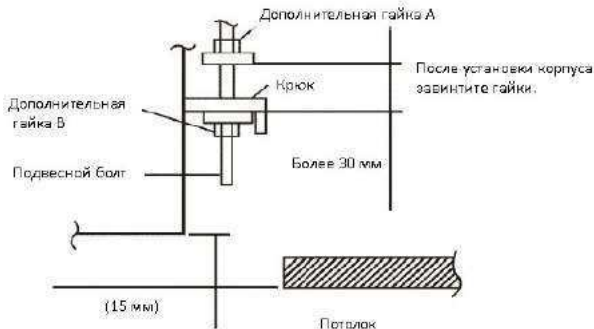

Рис.7
- (1) Закрепите сперва гайку А, затем гайку В на болт подвески (Рис.7)
- (2) Поддерживая блок, установите и зафиксируйте специальными фиксирующими пластинами и заверните гайки на кронштейнах (Рис.7)
- (3) Закручивайте гайку В для регулировки высоты блока. (Рис.7)
- (4) При помощи уровня или виниловой трубки отрегулируйте гайками на кронштейнах положение блока в горизонтальной плоскости.